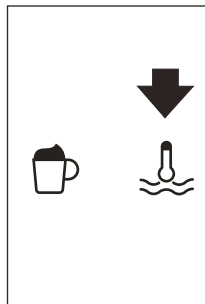

Fig. 27
- Appuyez sur l'icône (B13) (Fig. 27).